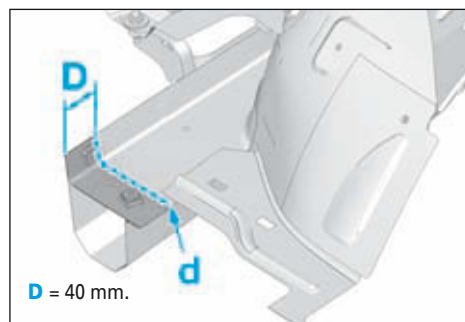

FIG.28
- Tracer puis découper en (d) (Fig.28).